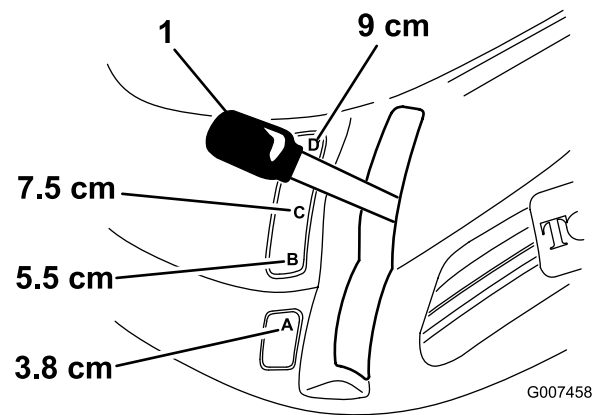

Bild 8
2. Ziehen Sie den Schnitthöhenhebel auf die gewünschte Position und lassen Sie den Hebel langsam los, bis er in der Kerbe einrastet (Bild 8).